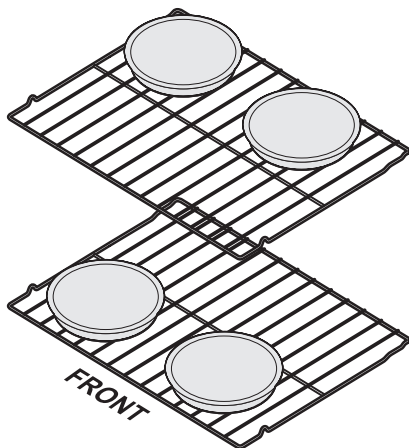

Figure 4: Positionnement des plaques pour de meilleurs résultats lors de la cuisson de gâteaux sur deux grilles.
- Pour la cuisson des gâteaux, utilisez les positions de grille suivantes et placez les ustensiles de cuisson comme indiqué à la figure 4.